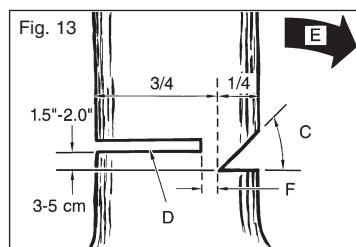

Fig. 13
AVERTISSEMENT: Ne jamais marcher devant un arbre entaillé. Scier le trait d'abattage (D) de l'autre côté du tronc, 3 à 5cm (1,5 à 2,0 po) au-dessus de l'entaille d'abattage (C) (Figure 13).